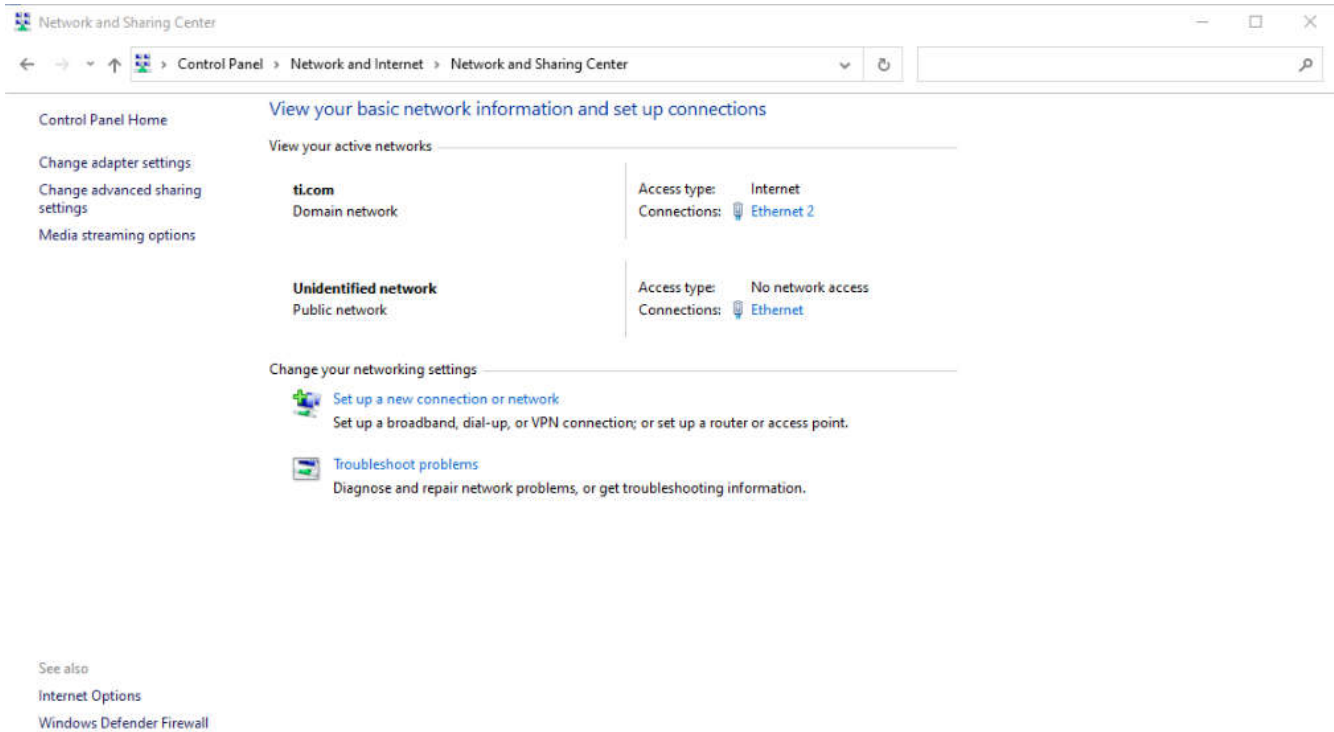

图 A-3. 在控制面板中打开网络
3. 之后，打开控制面板并转至“Control Panel\Network and Internet\Network and Sharing Center”。然后，点击 Agilex eSOM7 的连接，如图 A-3 所示。